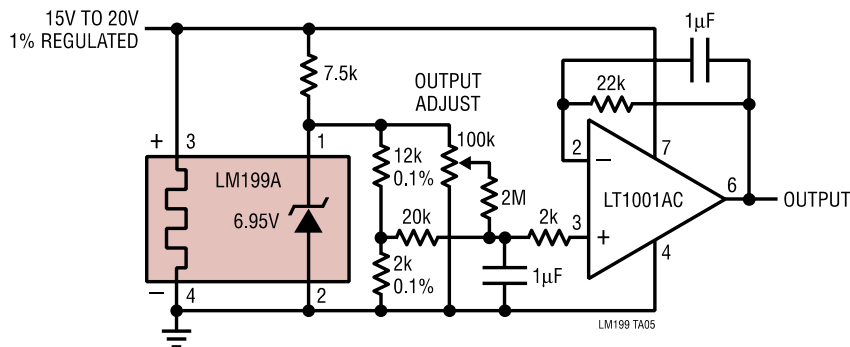

Figura 11
13. Obteniu l'interval de tensió de sortida del circuit de la figura 11 tenint en compte la tolerància associada a les resistències.